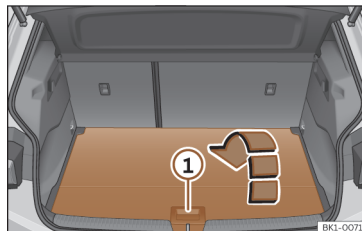

Fig. 155 Na bagageira: abrir o segundo piso da bagageira.
- Para **abri-lo**, segure a pega >>> **Fig. 155** ① e dobre a parte traseira do piso da bagageira para a frente, no sentido da seta.
- Para **fechá-lo**, desdobre o piso da bagageira e coloque-o com precaução >>> ①.